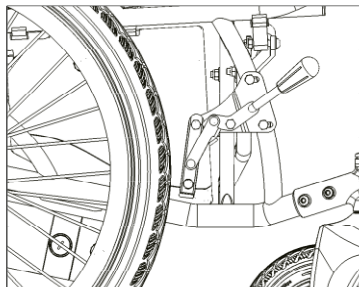

Figura 18
- Quando si ferma su un'inclinazione, se il freno elettromagnetico si rompe o se il motore è in posizione "Manuale" o se si verificano altre condizioni speciali, può tirare il freno a mano nella direzione mostrata nella Figura 18.